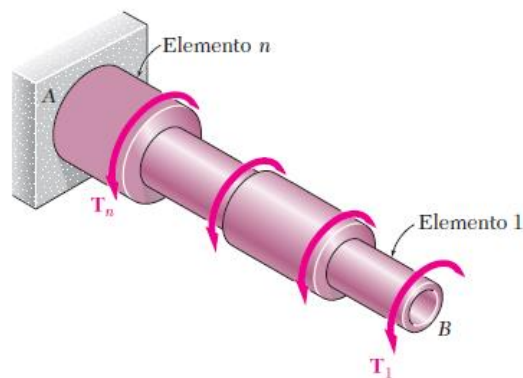

Figura 5
3. O eixo AB consiste em n elementos cilíndricos homogêneos, que podem ser cheios ou vazados. Sua extremidade A é engastada, enquanto a extremidade B é livre, e está submetido ao carregamento mostrado na Figura 5. O comprimento do elemento i é designado por L_i , seu diâmetro externo por OD_i , seu diâmetro interno por ID_i , seu módulo de elasticidade transversal por G_i , e o torque aplicado à extremidade direita por T_i , sendo que a intensidade T_i desse torque é considerada positiva se T_i estiver no sentido anti-horário quando se observa a barra da extremidade B , e negativa em caso contrário. (Note que $ID_i = 0$ se o elemento for cheio).